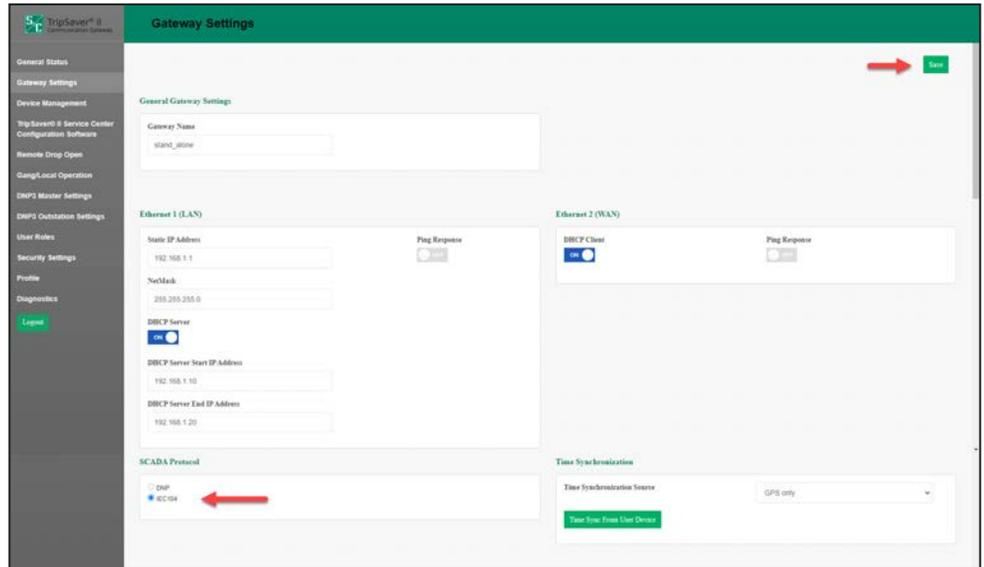

Figura 13. Painel do Protocolo IEC104 e botão Save.
- PASSO 2.** Clique na opção **IEC104** no painel SCADA Protocol. Ver Figura 13.